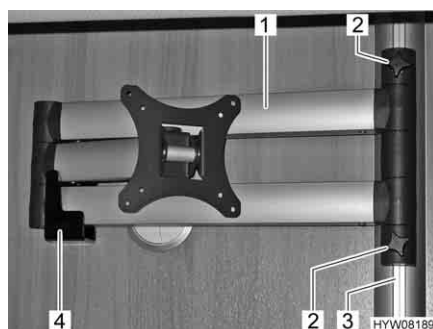

Fig. 81 Schermo piatto sul braccio snodato
- Svitare le viti a testa cilindrica zigrinata (Fig. 81,2).
- Spingere verso l'alto il braccio snodato (Fig. 81,1) nella guida (Fig. 81,3), finché esso non viene più sostenuto dal supporto (Fig. 81,4).
- Stringere di nuovo le viti a testa cilindrica zigrinata (Fig. 81,2).